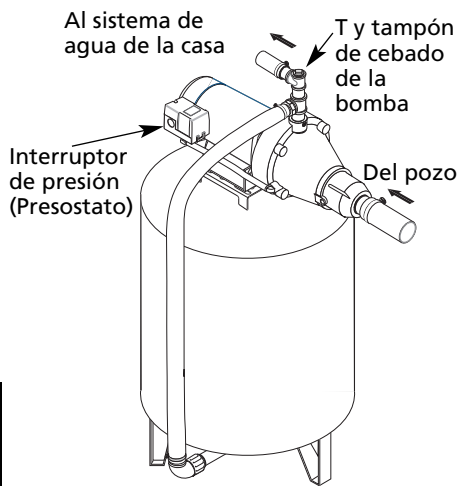

Figura 6 - Conexiones del Tanque Precargado
(Véase la Figura 6, página 10)
1. Instale dos T en el orificio de descarga de la bomba (véase la Figura 6). El tamaño de la tubería deberá ser al menos tan grande como el orificio de descarga.